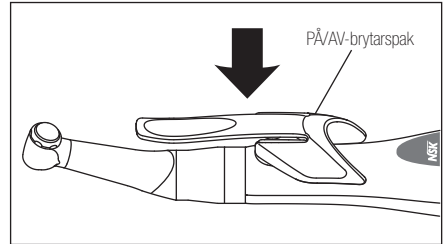

Bild 6
- 1) Montera PÅ/AV-brytarspaken enligt Bild 6.